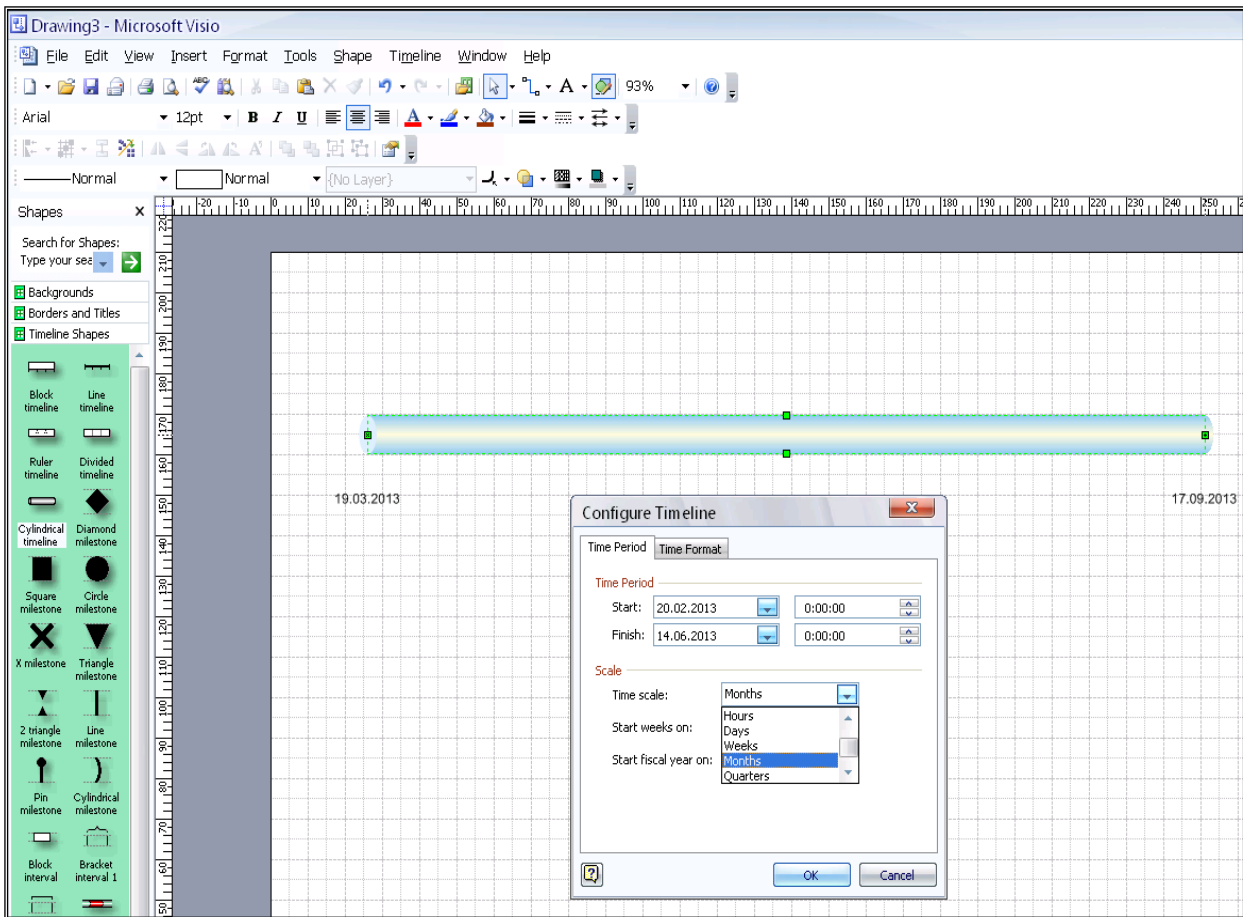

Рис. 83. Контекстное меню линии времени
1) Выбираем Линию времени "Cylindrical timeline" из группы шейпов **Timeline Shapes**. В диалоговом окне «Configure Timeline» настраиваем календарь проекта (например, старт – 20.02.13, финиш – 14.06.13, шкала – месяцы) – рисунок 83. При необходимости к этому окну можно вернуться через контекстное меню линии.